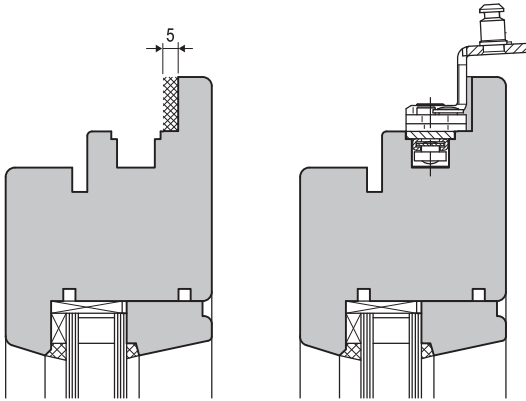

fig. 2
- 1) Regolare la dima art. M02030.00.01 (fig. 1) in base al tipo di battuta del serramento, considerando che l'ingombro delle articolazioni dei movimenti angolari superiori è di 5 mm dal bordo del canalino di alloggiamento ferramenta (fig. 2).